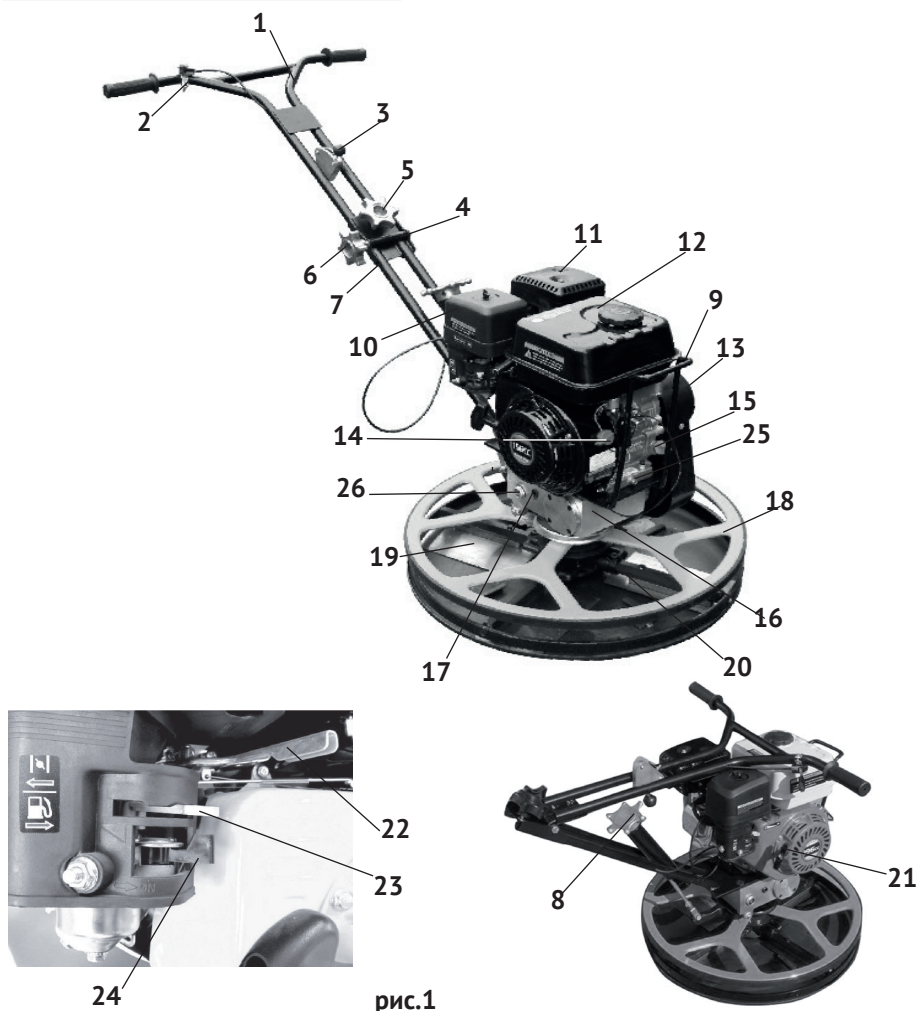

рис.1
4.1 Общий вид затирочной машины (в рабочем и транспортировочном положении) представлен на рис. 1:
4.2 Основные узлы затирочной машины: двигатель, рукоятка управления, механизмом изменения угла наклона лопаток, усиленная кольцевая защита (рис.1 поз.18) закреплены на корпусе редуктора (рис.1 поз.16). Ремённая передача с муфтой сцепления закрыта металлическим кожухом (рис.1 поз.13). На выходном валу редуктора закреплена крестовина (рис.1 поз.20) с 4-мя лопастями (рис.1 поз.19).
Для удобства работы оператора, рычаг управления дроссельной заслонкой (рис.1 поз.2) выведен на рукоятку управления (рис.1 поз.1).
На рукоятке (рис.1 поз.1) смонтирован рычаг (рис.1 поз.3) экстренной остановки, отключающий двигатель при возникновении нештатных ситуаций.
- ослабить болт фиксации (рис.1 поз.6) оси соединительного узла (рис.1 поз.4);
- повернуть вокруг оси верхнюю часть рукоятки управления (рис.1 поз.1) в рабочее положение;
- затянуть болт фиксации, проверить затяжку гайкой-барашком (рис.1 поз.5) рукоятки управления.
- уровень масла в картере двигателя и в редукторе через окно контроля (рис.1 поз.26);
Проверить уровень масла в редукторе через окно контроля (рис.1 поз.26), при необходимости дополнить, открутив пробку (рис.1 поз.17).
Для того, чтобы сбавить избыточное давление в баке, откручивайте крышку бака (рис.1 поз.12) осторожно. Заливайте бензин в топливный бак не более чем на 1 см ниже уровня основания заливной горловины. Перед запуском двигателя тщательно протрите крышку бензобака, удалив возможные при заправке брызги топлива.
Для экстренной остановки двигателя необходимо перевести рычаг экстренной остановки (рис.1 поз.3) в положение «STOP».
Машину должны поднимать и перемещать два человека. Один поднимает за рукоятку управления (рис.1 поз.1), второй за транспортировочную рукоятку (рис.1 поз.9).